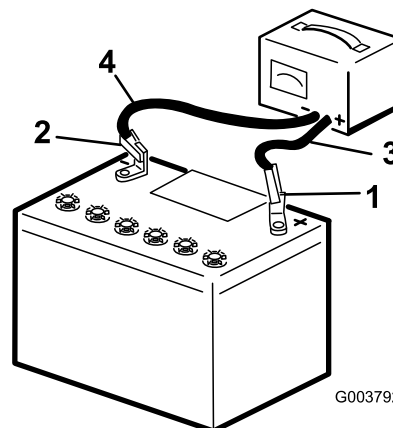

Figura 40
3. Caricate la batteria per 10 o 15 minuti a 25 – 30 A o 30 minuti a 4 – 6 A (Figura 40). Non sovraccaricate.
4. Quando la batteria è completamente carica, staccate il caricabatterie dalla presa elettrica e scollegate i cavi di ricarica dai poli della batteria (Figura 40).